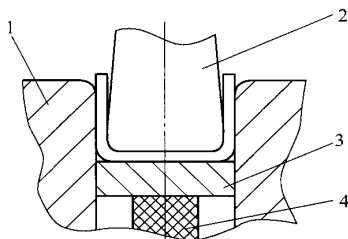

图 2
(2) 对于弯曲精度有要求, 回弹值较小的零件, 则可采用图 2 所示结构。利用经验公式, 算出回弹角及回弹半径, 在凸模上作出补偿角及补偿半径, 以消除回弹。